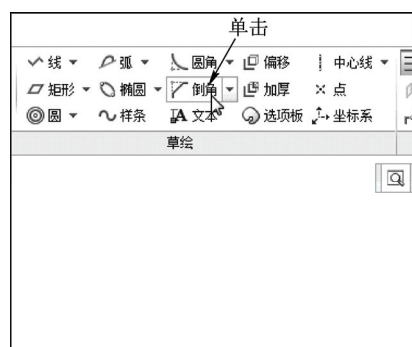

图 2-72 单击“倒角”按钮
STEP 02 在功能区选项板的“草绘”选项卡中，单击“草绘”面板中的“倒角”按钮，如图 2-72 所示。